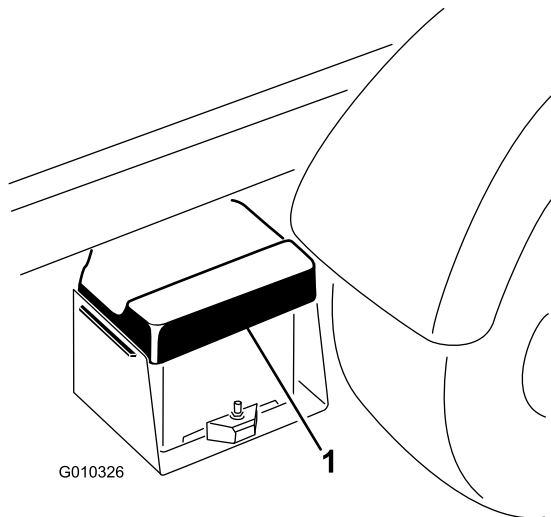

Figura 41
1. Aperte a tampa da bateria para soltar as patilhas da base da bateria e remova a tampa da base da bateria (**Figura 41**).